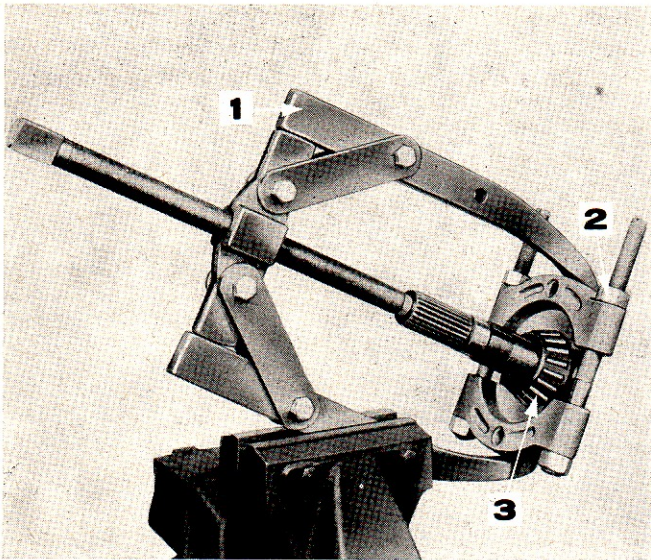
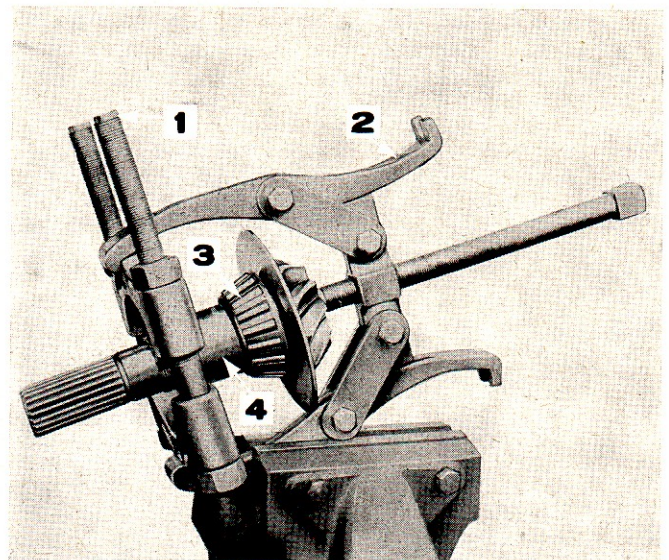

Figure 38: Extraction du roulement d'arbre de frein
Figure 39: Pose du roulement d'arbre de frein
8. Extraire de l'arbre de frein à main le contre-écrou, le frein et l'écrou de réglage. Pour extraire les écrous, utiliser l'outil no SW 5 (Figure 38).
4. Pour remplacer le roulement intérieur d'arbre de frein, arracher le roulement au moyen des outils nos 951 et 1003 (Figure 38) et monter un roulement neuf au moyen des outils nos 951, 1002 et d'un manchon permettant à l'outil d'appuyer sur le moyeu du roulement intérieur (Figure 39).